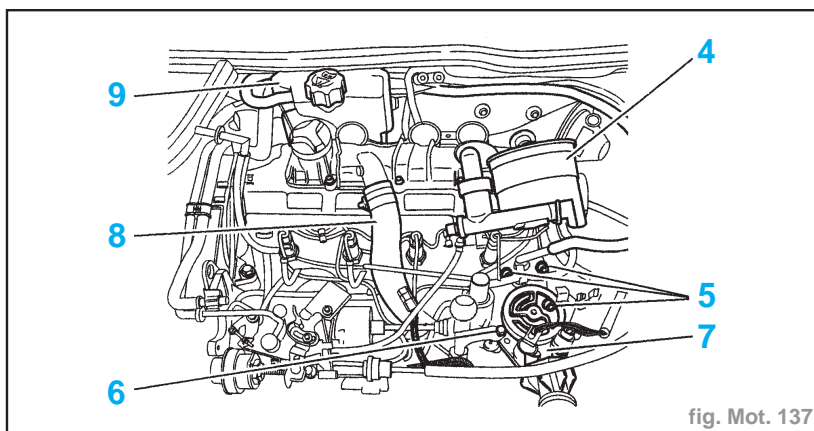

fig. Mot. 137
- Déposer (fig. Mot. 137) :
- l'ensemble filtre à gazole (4)
- la vis (6)
- les 3 vis (5)
- le boîtier de sortie d'eau (7)
- le tuyau (8)
- la boîte de dégazage (9)